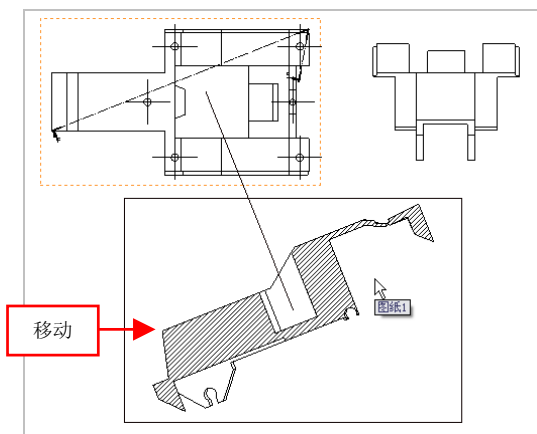

图 11-49 向下移动鼠标
(2) 单击【剖面视图】右侧的下拉按钮，在弹出的列表框中，单击【旋转剖视图】按钮, 弹出【剖面视图】属性管理器，选择左侧视图，依次捕捉合适端点，绘制剖面线，弹出【剖面视图 B-B】属性管理器，向下移动鼠标至合适位置，如图 11-49 所示。